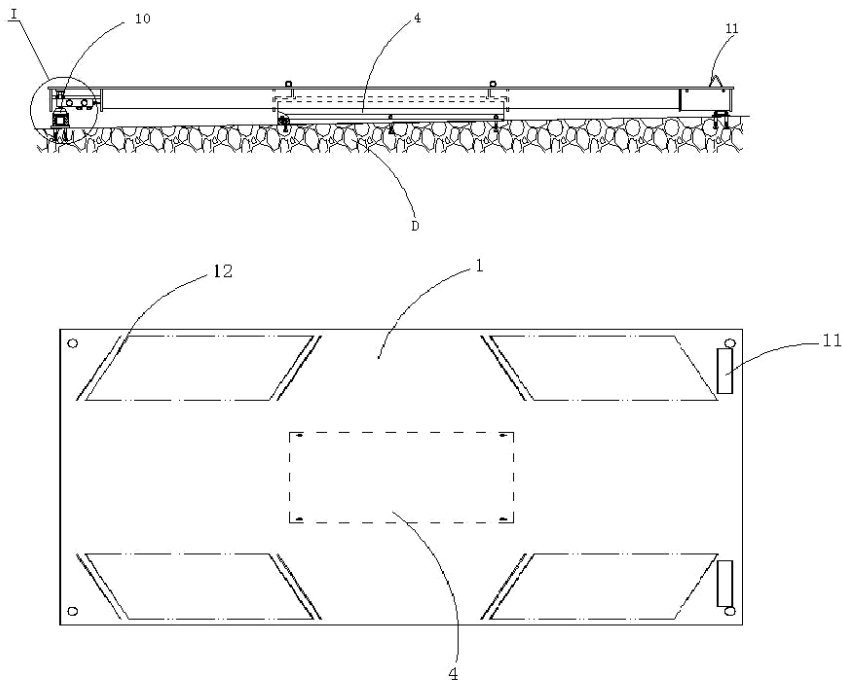

图3 承载器安装结构
1. 承载器安装结构如图 3
2. 电子汽车衡安装的地面为斜坡，所以基础件需特殊设计成可调节式基础件，（图3中调节装置10），可调节高度为30mm。在地面基础斜坡低端设计安装底脚基础调节器（2套），承载器水平调节时，调整底脚基础调节器，使承载器保持水平位置（首次安装与平时校准时，均可调整）。